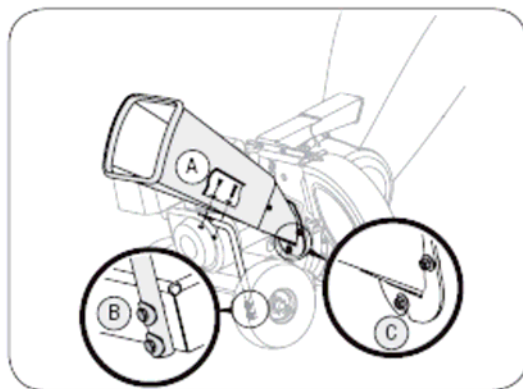

Figure 7
6. Совместите отверстия в лотке с отверстиями, расположенными в верхней части раскоса (опорная поверхность), а затем прикрепите лоток измельчителя и надежно затяните его (смотри рисунок 7).